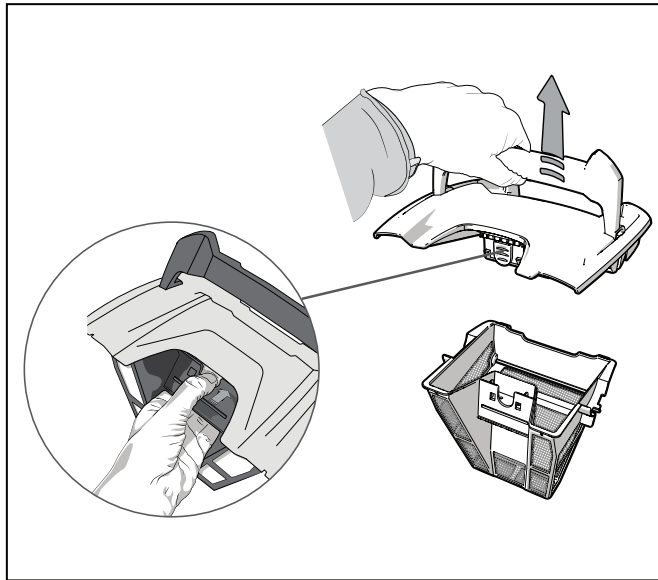

Figure 11. Retrait du couvercle de cartouche filtrante
4. Appuyez sur le verrou intérieur et retirez le couvercle de la cartouche filtrante (Figure 11).